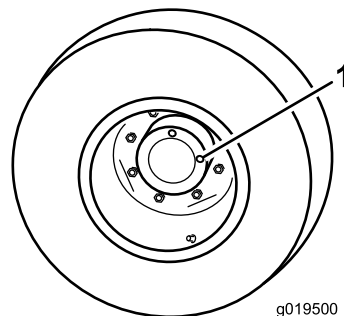

Figura 61
1. Con la macchina parcheggiata su terreno pianeggiante, posizionate la ruota in modo che un tappo di controllo (Figura 61) si trovi a ore 12 e l'altro a ore 3.
2. Rimuovete il tappo a ore 3 (Figura 61). L'olio deve essere entro 6 mm dal foro del tappo di controllo.